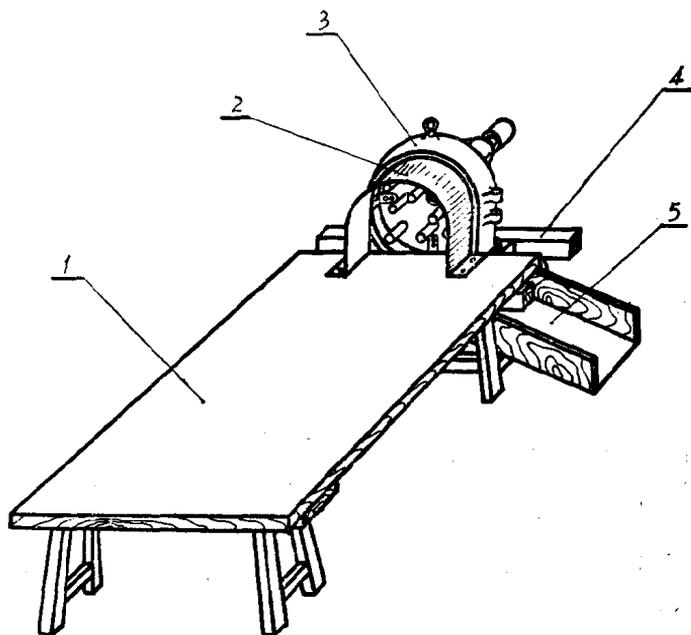

图6 拱形喂入下吹式脱小麦
(1) 下吹式脱小麦的改装(如图6) 改装方法：①卸掉粉碎机的活门、筛子和出料口。
②动齿盘上的圆齿适当卸掉一部分防止缠草。扁齿要去掉棱角，防止打碎麦粒，若采用废旧扁齿更为经济。
③照图6做一个拱形喂入罩，或照图7做个圆筒形喂入罩，用螺钉固定在机壳大圆口上。喂入罩的内口直径要比动齿盘直径小，保证喂入的小麦都能经过动齿打击，防止漏脱。喂入罩要外口大内口小，这样喂入更方便。
④参照图6做一个木架(出料一端高一些为好),将粉碎机固定在木架上。做一个木簸箕倾斜地装在木架内,使物料能畅通排出。
⑤取一块长方形木板放在喂入罩下面作为喂入台。若采用拱形喂入罩,木板要紧靠机体并要比动齿盘下缘高出2—3厘米,防止漏脱。